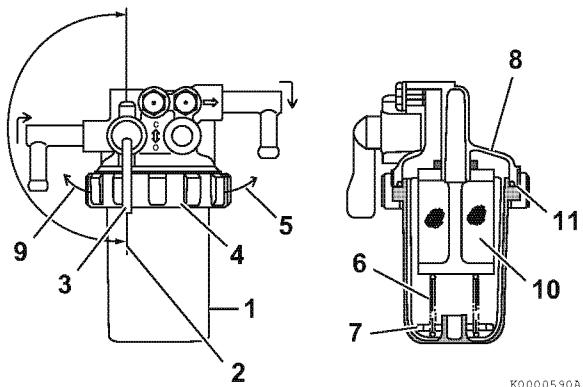

Рисунок 15
- Поместите под чашку (1, Рисунок 15) топливного фильтра/водоотделителя разрешенную емкость для сбора загрязнителей.
- Закройте (2, Рисунок 15) топливный кранник (3, Рисунок 15).
- Вращайте крепежное кольцо (4, Рисунок 15) влево (9, Рисунок 15).
- Осторожно снимите чашку (1, Рисунок 15). Извлеките из чаши удерживающую пружину (6, Рисунок 15) и поплавок (7, Рисунок 15). Вылейте топливо в разрешенную емкость и утилизируйте надлежащим образом отходы. Держите чашку за дно с помощью технической салфетки, чтобы предотвратить капание топлива. Немедленно вытирайте все пролитое топливо.
- Извлеките сетчатый фильтр (10, Рисунок 15), потянув его вниз.
- Проверьте состояние кольцевого уплотнения (11, Рисунок 15). При необходимости замените.
- Поместите в чашку поплавок (7, Рисунок 15) и удерживающую пружину (6, Рисунок 15).
- Установите чашку на установочный фланец (8, Рисунок 15) и вращайте крепежное кольцо (4, Рисунок 15) вправо (5, Рисунок 15). Затяните только рукой.
- Откройте топливный кранник (3, Рисунок 15).